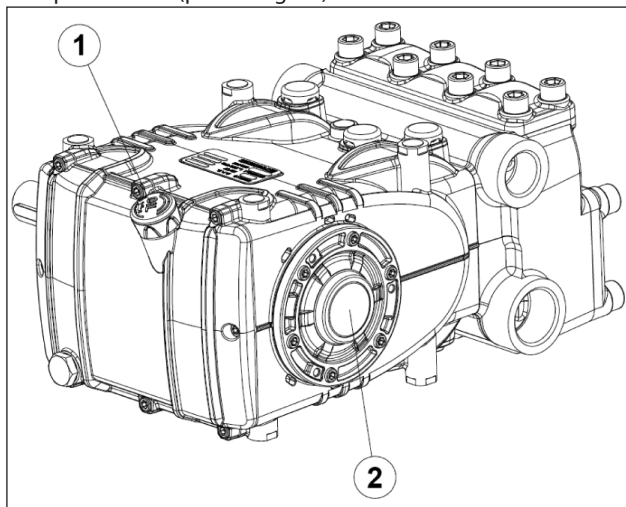

Fig. 14
5. L'olio nel carter pompa sia a livello verificandolo con l'apposita asta (pos. ① Fig. 14) ed eccezionalmente con la spia di livello (pos. ② Fig. 14).